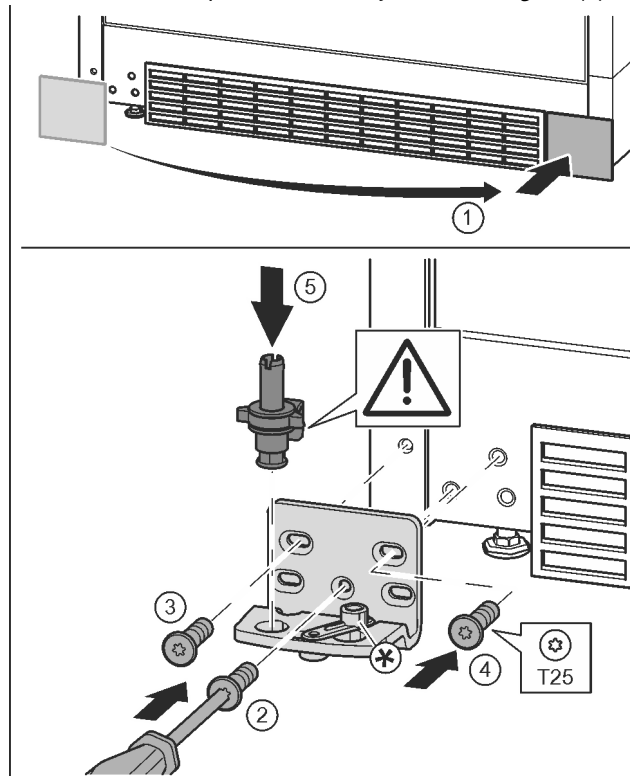

Fig. 17
- ▶ Odoberte kryt a pripevnite ho na druhú stranu. Fig. 17 (1)
- ▶ Ložiskovú konzolu nasadíte na druhú stranu a priskrutkujte ju pomocou skrutkovača T25. Začnite skrutkou 2 dole v strede. Fig. 17 (2)
- ▶ Pevne zaskrutkujte skrutku 3 a 4. Fig. 17 (3, 4)
- ▶ Ložiskový čap úplne nasadíte. Dbajte pritom na to, aby zárez dorazu ukazoval smerom dozadu. Fig. 17 (5)